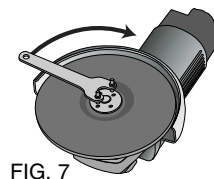

FIG. 7
5. Ajuste firmemente la brida roscada con la llave inglesa que viene incluida (Fig. 7).